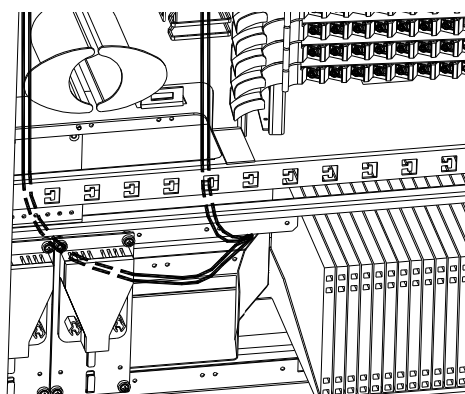
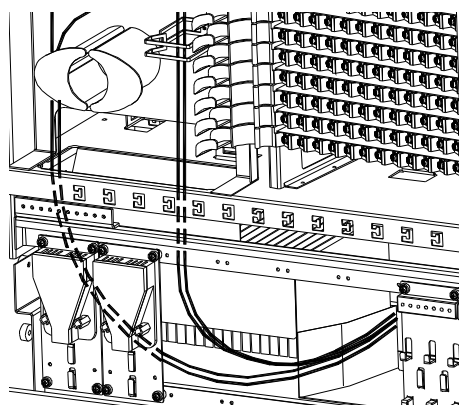

图 11 箱体正面
图 12 箱体背面
- 6.3 箱体内部正面与背面一体化模块之间交叉连接如图 11 和图 12 所示，取下相应适配器防尘盖，将光纤跳线连接器插头插入适配器，通过图示箱体底部空间跳接至另一面，冗余跳线在箱体左侧（正面或背面均可）的过线圈及挂纤柱上盘存。